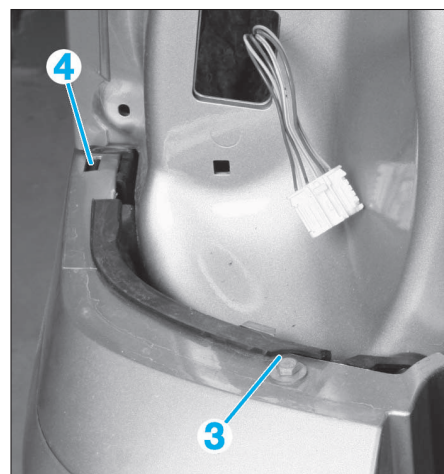

FIG. 68
- De chaque côté, déposer les vis (3) et repousser les crochets (4) (Fig.68).